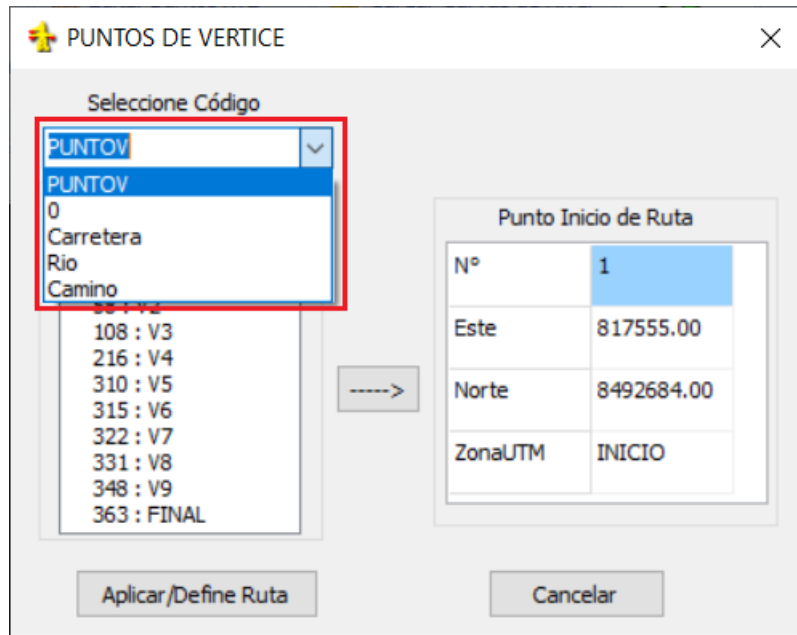

Fig. 3.18
- De la lista desplegable seleccionar la etiqueta asignada “PuntoV”, (ver Fig. 3.18).